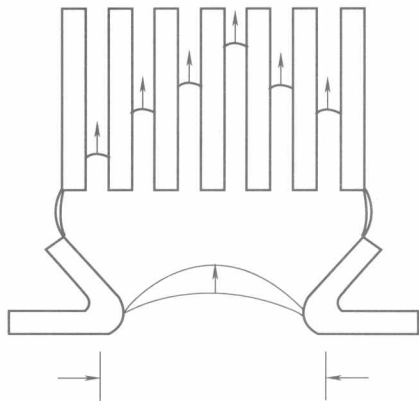

图 1-4 接触器主触点的电弧
④ 接触器主触点的电弧问题 接触器主触点一般采用“铜质/银质”材料制成，在分断大电流时，有明显的电弧产生，如图 1-4 所示。